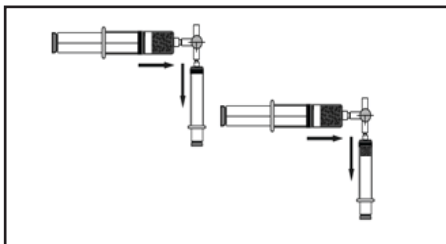

Figure 15.
5.2 Transférer les microsphères d'une des seringues de chargement à la seringue d'administration par le robinet à 3 voies fixé. Déconnecter la première seringue de chargement et attacher l'autre seringue de chargement. Transférer les microsphères à la seringue d'administration (figure 15).